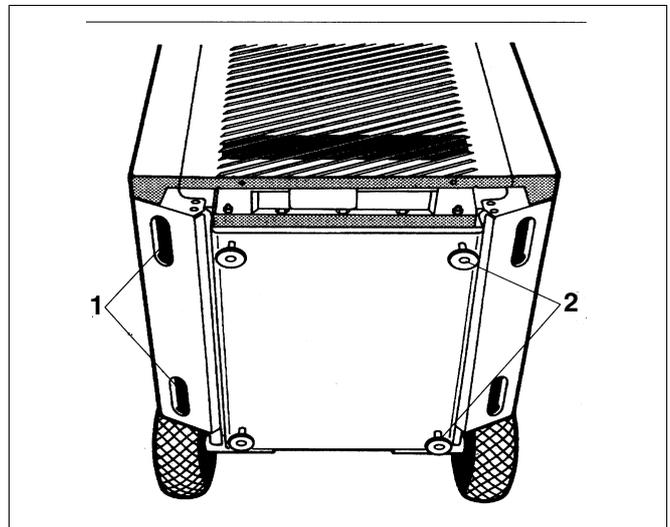

Abb. 5 Kesselunterseite
Zum Heben und Tragen des Kessels die vier Griffmulden (Abb. 5, **Pos. 1**) an der Unterseite verwenden.
Fußschrauben (Abb. 5, **Pos. 2**) nur montieren, wenn der Kessel nicht mit einem LT-Speicher kombiniert wird.
- Die vier Fußschrauben (Abb. 5, **Pos. 2**) bis auf ca. 5-10 mm in die vorgesehenen Gewindehülsen im Bodenblech von unten eindrehen.
- Kessel auf die Fußschrauben (Abb. 5, **Pos. 2**) stellen.
- Kessel durch Heraus- bzw. Hineindrehen der Fußschrauben (Abb. 5, **Pos. 2**) in der Senkrechten und in der Waagerechten ausrichten.